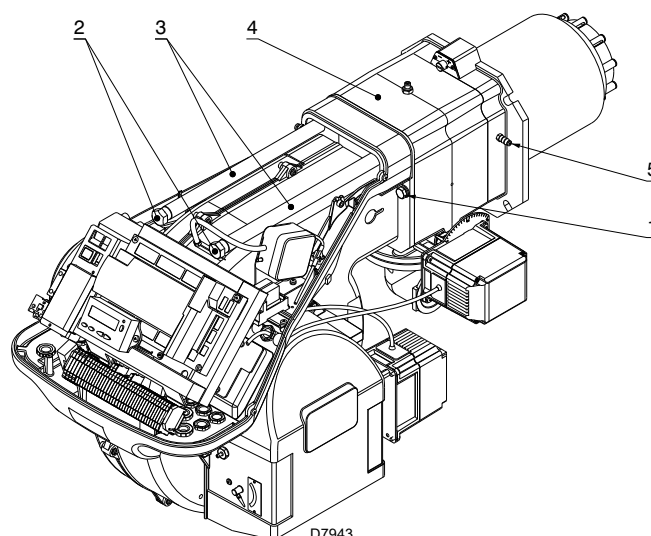

Fig. 21
- introduceți cablul sondei și cablul electrodului și apoi glisați arzătorul până la manșon, arzător în poziția ilustrată de Fig. 21;